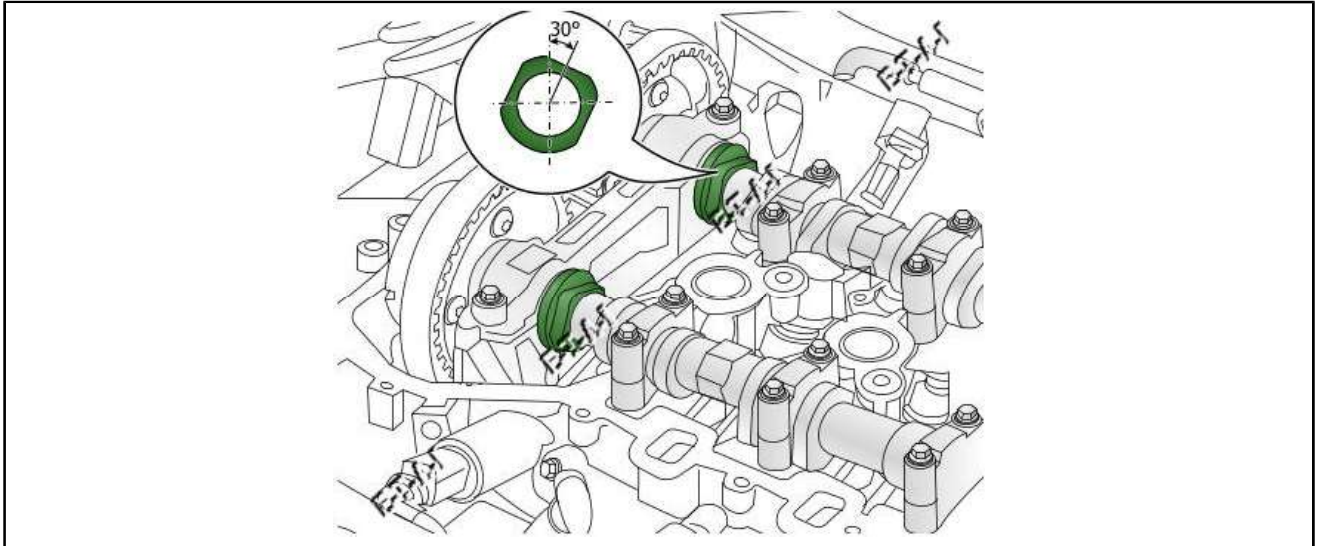

Fig.13
- Vérifier la position des arbres à cames Fig.13